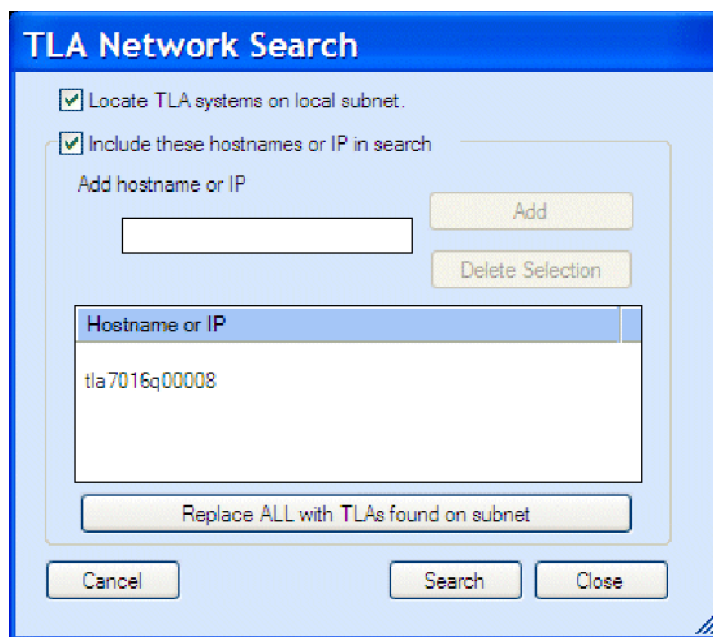

図 21: TLA Network Search ダイアログ・ボックス
- a.  (Search アイコン)をクリックし、TLA Network Search ダイアログ・ボックスを開きます。(図 21 参照)。